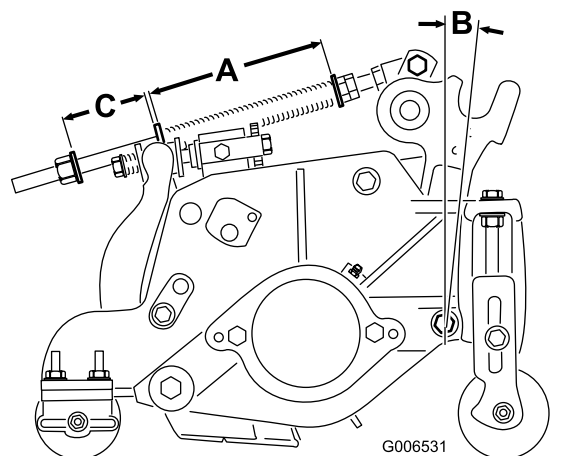

図 21
ターフ補正スプリング(図 21)は、カuttingユニットの前から後ろへの「体重移動」を行います。これにより、ボビングと呼ばれる「波打ったような」仕上がりを防いでいます。
1. スプリングロッド後部のロックナットを締め、すきま(C)を51 mmとする(図 21)。
2. スプリングロッド前部の六角ナットを締め、スプリング(圧縮状態)の長さ(A)が15.9 cmになるようにする(図 21)。
**注** アンジュレーションの大きなターフを刈る時は、ターフ補正スプリングの長さ(A)とすき間(C)を13 mm 大きくします(図 21)。